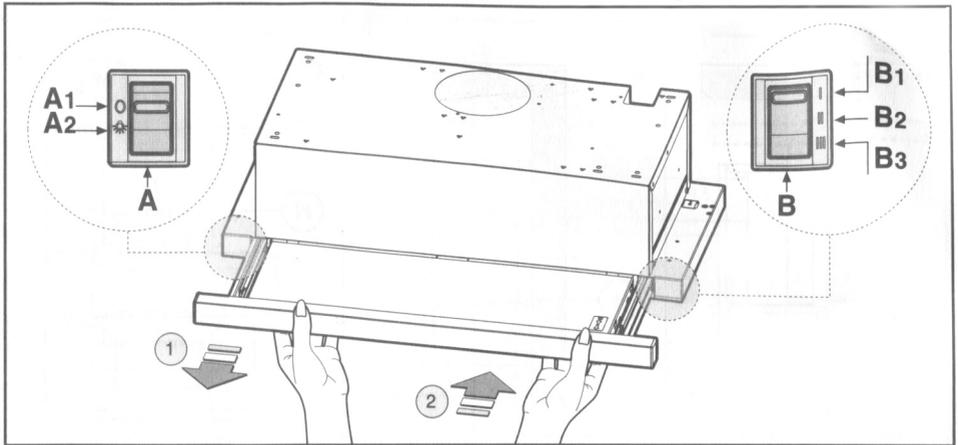

Fig.9.1
• **Сигналы управления slider (Рис.9.1)** символика указана ниже: